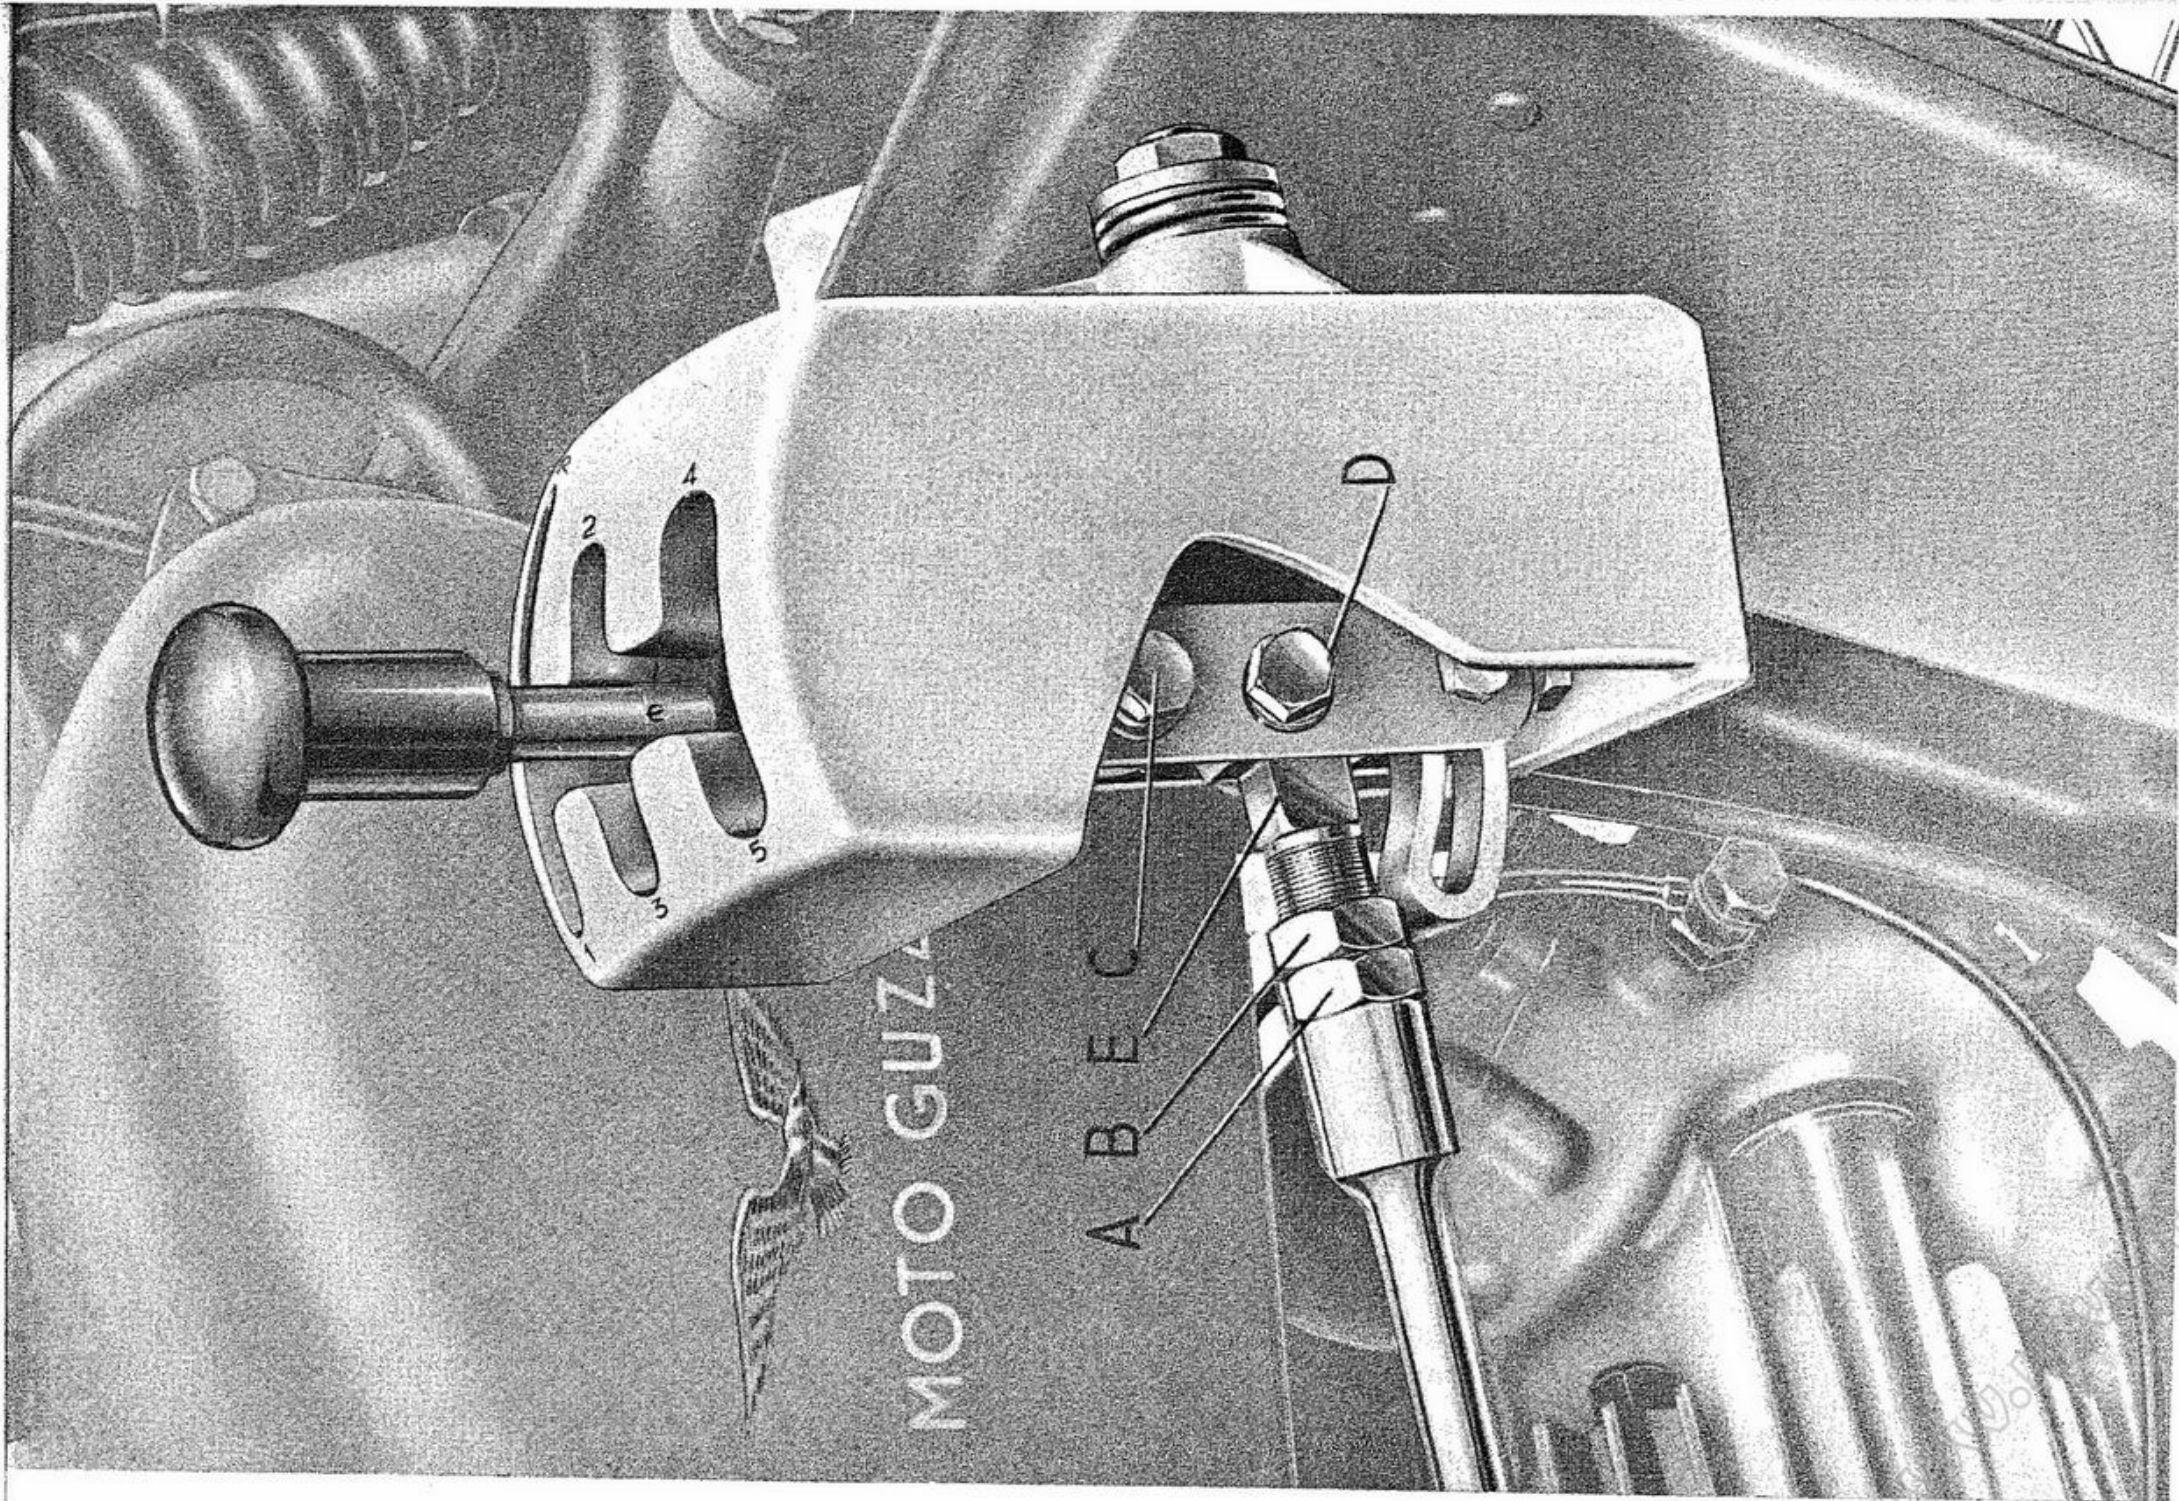

Fig. 41 - Registrazione della leva comando cambio
Per registrare la leva a mano del cambio sul settore marce (vedere fig. 41) eseguire le seguenti operazioni: Per centrare la leva sul settore allentare il controdado (B), svitare il bullone superiore (C) e il bullone centrale (D), levare il forcellino (E) con l'asta in modo da poter avvitare o svitare il forcellino di quel tanto che necessita per ottenere la registrazione. Col cambio in posizione di folle verificare che la lunghezza dell'asta sia tale da tener centrato sul settore la leva col pomolo. Nel rimontare ricordarsi per ultimo di bloccare il controdado (B).